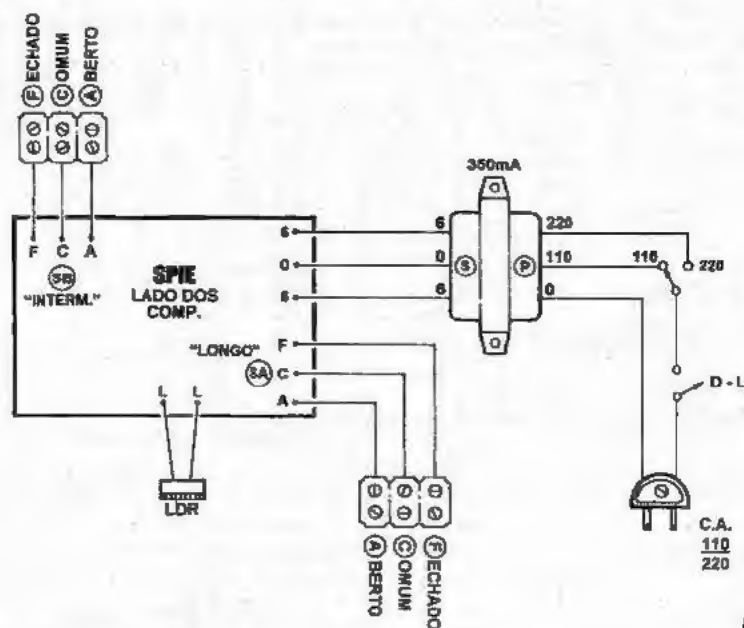
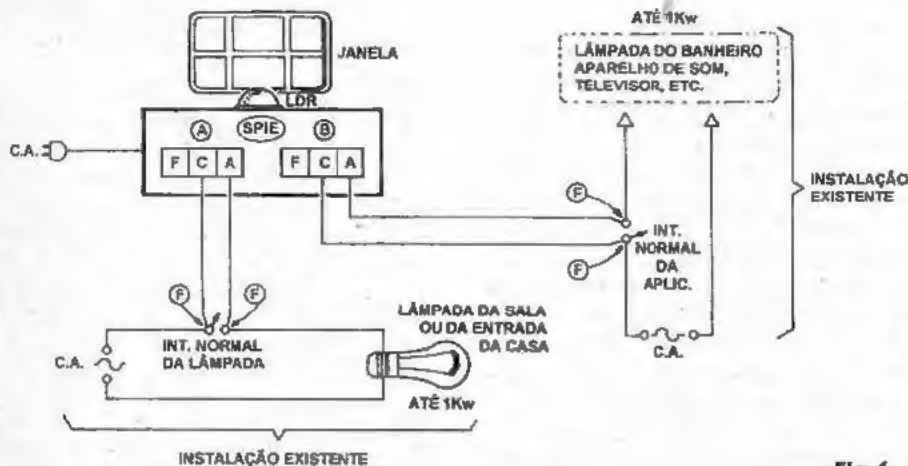

Fig. 4
Fig. 6
- **FIG. 4 - CONEXÕES EXTERNAS À PLACA** - Ainda vista pelo seu lado dos componentes, a placa agora traz as indicações claras de suas ligações externas, feitas *do impresso para fora*... Observar os pontos L-L para ligação dos terminais (não polarizados) do LDR, lembrando que - dependendo da instalação/acomodação pretendida - este foto-sensor *pode* ficar afastado do impresso, ligado aos respectivos pontos por um par de fios finos isolados... Notar as ligações do trafo à placa (*secundário* aos respectivos pontos 6-0-6) e às chaves e *rabicho*... Finalmente, observar com atenção as conexões das saídas (SA e SB), usando *trincas* de elementos parafusáveis tipo *Sindal*, devidamente
**- FIG. 6 - DIAGRAMA DE INSTALAÇÃO BÁSICA ...** - O leitor/hobbysta já terá notado que embora a idéia básica seja utilizar apenas os contatos C e NA dois dois relês na função interruptora convencional às cargas controladas, na verdade optamos por disponibilizar, em ambos os relês, todos os seus três contatos operacionais, com o que funções mais complexas, e mesmo *inversas* (desligar cargas controladas, durante as temporizações ativas do circuito...) poderão também ser implementadas... Contudo, dentro da idéia original, a instalação básica do SPIE deverá obedecer à disposição da figura: o dispositivo poderá ficar junto a uma janela que dê acesso permanente à luminosidade externa, de modo a corretamente identificar o dia e a noite que *correm lá fora*. Também convém que próximo ao local haja uma tomada de C.A., para conexão do *rabicho* (cabo de força), necessária à alimentação do circuito. Os bornes C-A da saída SA devem ser ligados (por cabos isolados no necessário comprimento) aos terminais do interruptor original da lâmpada da entrada da casa (ou da sala de estar, ou de qualquer cômodo frontal do imóvel...). Já os terminais C-A da saída SB devem ser ligados aos polos do interruptor da lâmpada do banheiro, de um hall de serviço, ou ainda controlar qualquer outro aparelho desejado (conforme sugestões já dadas...), um televisor, um rádio, etc... Notar que em ambas as aplicações, nenhuma alteração precisará ser feita nas instalações já existentes na casa, facilitando bastante o acoplamento e o controle a serem realizados pelo SPIE... As únicas conexões a fazer são as indicadas pelas setas, codificadas com a letra F... Lembrar que qualquer das cargas controladas pode apresentar uma potência final de até 1 KW (pra mais de metro, portanto...) sem problemas, devido aos parâmetros dos contatos dos relês utilizados...
Na versão básica da instalação, tudo no esquema elétrico original da casa fica como está, com o SPIE controlando aparelhos, lâmpadas já existentes e instaladas... Entretanto, também é possível dotar o SPIE de saídas energizadas, ou seja: de tomadas comuns, às quais poderão ser ligadas diretamente as cargas que se pretenda controlar...! Nesse caso, a disposição das conexões externas à placa, originalmente vistas na FIG. 4, deverão ser substituídas pela configuração ora mostrada... As duas tomadas (A e B) poderão ser posicionadas na traseira da caixa do SPIE, devidamente identificadas... A essas tomadas, então, ligam-se os *rabichos* (cabos de força, com respectivos plugues...) as aplicações eletro-eletrônicas a serem comandadas, que assim funcionarão sob *exclusivo* controle do dispositivo (na versão da FIG. 6, estando o SPIE desligado, os interruptores originais das cargas continuarão a funcionar como normalmente, nos respectivos controles...).
ohms...), garantindo que no **coletor** do transistor, os sinais já se mostrem adequados à aplicação na entrada do integrado, porém com a interveniência do prático controle de volume executado pelo potenciômetro de 100K (com capacitores de acoplamento e isolamento, *antes e depois* do dito controle...). Assim, o módulo eletrônico, em si, está *concentrado* entre os pontos elétricos de conexão externa **E** (entrada), **S** (saída) e **T** (terra), apresentando como únicos *extras* os três pontos necessários às conexões do *secundário* do transformador de força, externo ao núcleo do circuito... O diagrama mostra, ainda, as conexões do *primário* do mencionado transformador à C.A. local, incluindo a chave interruptora geral, e a chave de escolha de tensão, através da qual podemos adequar o funcionamento do conjunto à tensão da rede local (110 ou 220 volts). Outro ponto importante, incluído no diagrama, é o do chaveamento *fala-escuta* entre o falante/microfone **local** e o seu equivalente **remoto**, feito através da chave de 2 polos x 2 posições, numa típica configuração *cruzada* (detalhada na FIG. 4, mais adiante.).